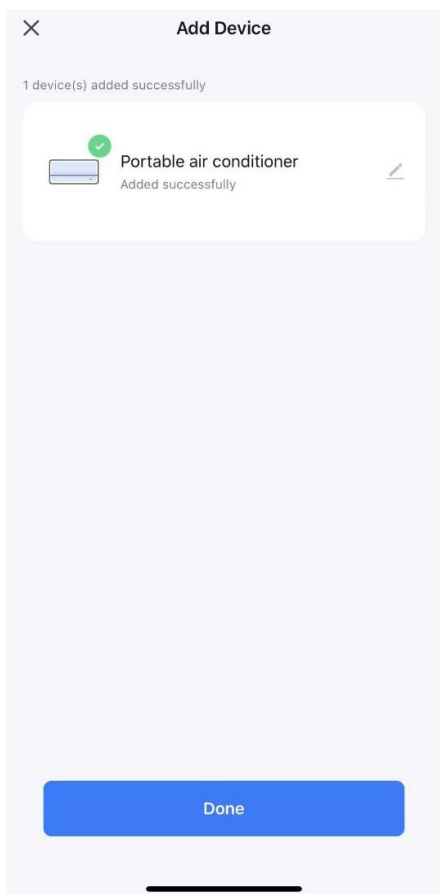

Fig. 7
- 3) Espere hasta que obtenga la Fig. 7 y, a continuación, seleccione «Done» (Listo).